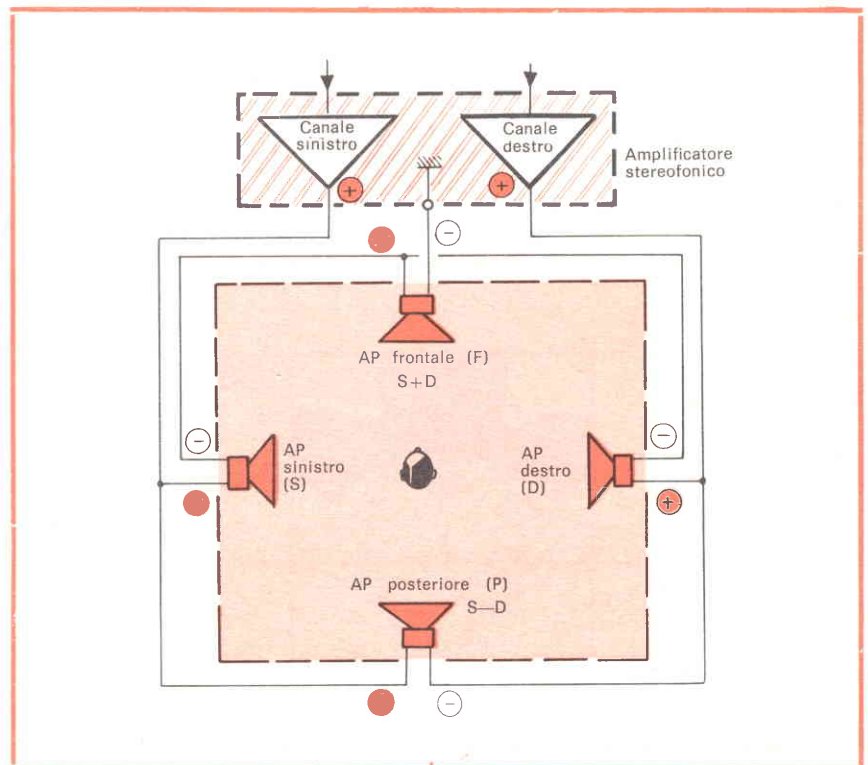

Fig. 2 - Principio di collegamento dei quattro altoparlanti nella versione «prima disposizione».
Questa disposizione è illustrata nello schema di fig. 2. Secondo questo impianto l'altoparlante frontale (F) restituisce la somma dei segnali provenienti dai canali sinistro e destro (S + D); gli altoparlanti sinistro (S) e destro (D), i segnali S + F e D + F; l'altoparlante posteriore (P), i segnali S-D.
Fig. 5 - La disposizione degli altoparlanti, conforme allo schema della fig. 2 si traduce in un ingrandimento della zona di ascolto (parte tratteggiata), ma obbliga l'ascoltatore ad occupare un posto ben determinato.
senza cambiare nulla ai collegamenti dell'impianto della fig. 2.